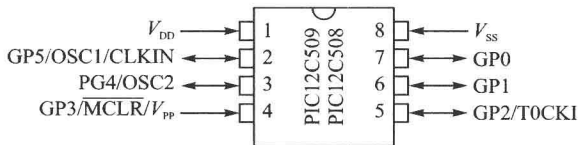

图 1-1 PIC12C508 单片机的引脚
① PIC 最大的特点是不搞单纯的功能堆积,而是从实际出发,重视产品的性能与价格比,靠发展多种型号来满足不同层次的应用要求。就实际而言,不同的应用对单片机功能和资源的需求也是不同的。比如,一个摩托车的点火器需要 I/O 口少、RAM 及程序存储空间不大、可靠性较高的小型单片机,若采用 40 引脚且功能强大的单片机,投资大不说,使用起来也不方便。PIC 系列从低到高有几十个型号,可以满足各种需要。其中,PIC12C508 单片机仅有 8 个引脚,如图 1-1 所示。